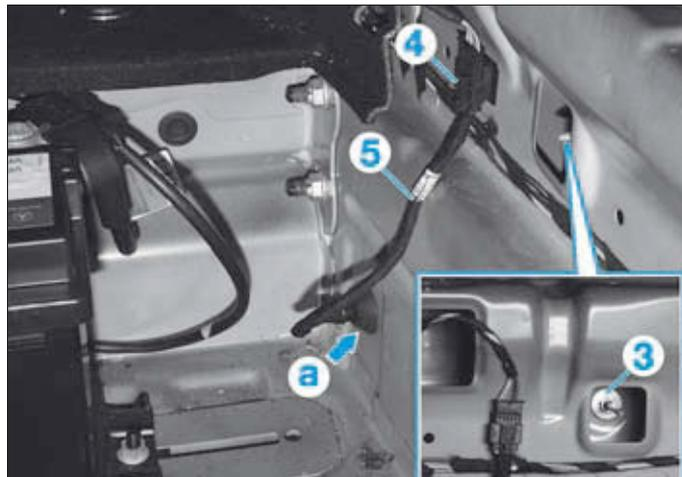

FIG. 93
- Dans le coffre, déposer de chaque côté l'écrou (3) (Fig.93).
- débrancher le connecteur (4),
- sortir le faisceau électrique (5) par l'orifice (flèche a).